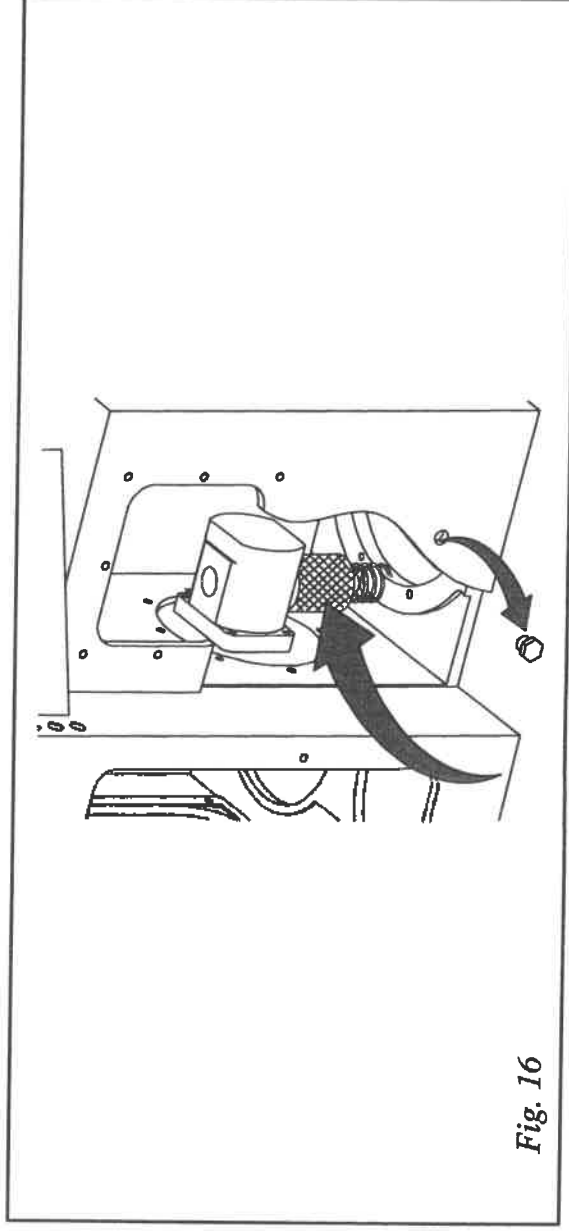

Fig. 16
- d) remplacer l'huile hydraulique de la machine et du filtre relatif (code 01000618, tav.4) chaque 8000 heures de travail effectif (Fig. 16);